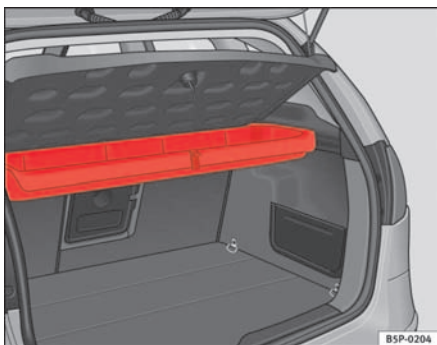
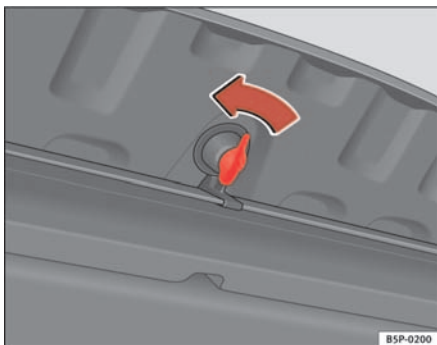

Abb. 119 Aufnahme für das Warndreieck unter der hinteren Ablage
Abb. 120 Öffnen des Ablagefachs
⇒ Abb. 119. Zum Öffnen dieses Ablagefachs drehen Sie den Verschluss um 90° ⇒ Abb. 120.
- Zum Öffnen dieses Ablagefachs drehen Sie den Verschluss um $90^\circ \Rightarrow$ Seite 151, Abb. 120.